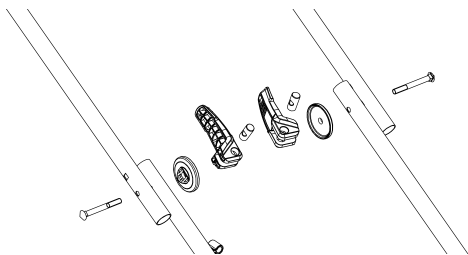

Fig. 2
- c. Assemblez la poignée supérieure avec la poignée inférieure. Comme indiqué sur le schéma, passez le boulon dans les trous des deux côtés de la poignée supérieure, serrez manuellement l'ensemble d'assemblage rapide à la position appropriée, puis verrouillez-le (ne serrez pas trop). (Fig. 2)